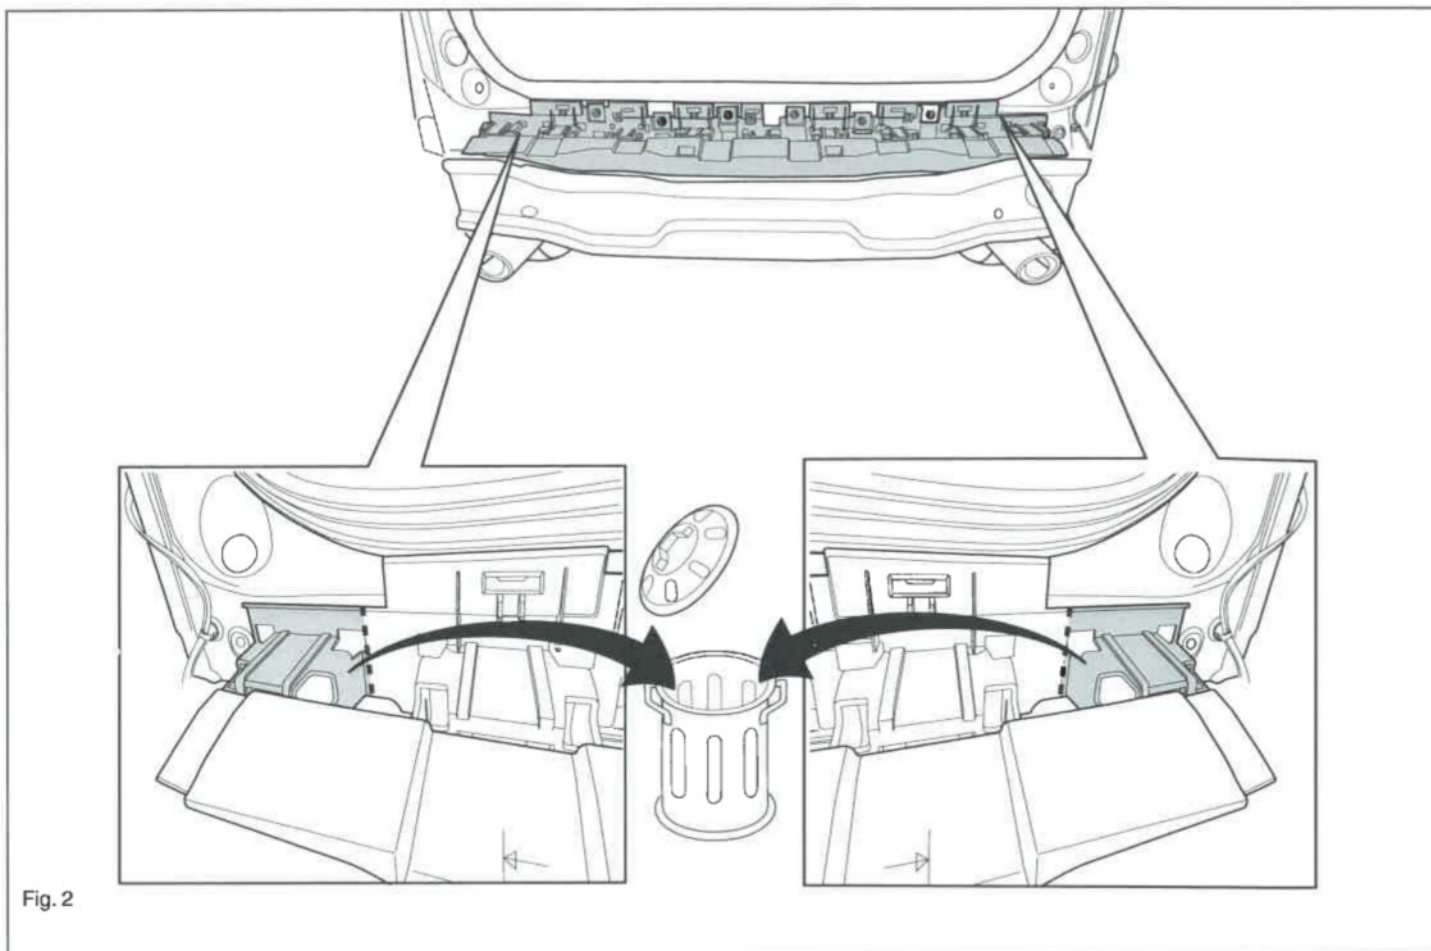

Fig. 2
3. Saw out the portions as indicated in fig. 2.
3. Gemäß Abb. 2 die angegebenen Teile heraussägen.
3. Säg ut delarna enligt fig. 2.
3. Scier les parties indiquées conformément à la figure 2.
3. Såga ut delarna enligt fig. 2.